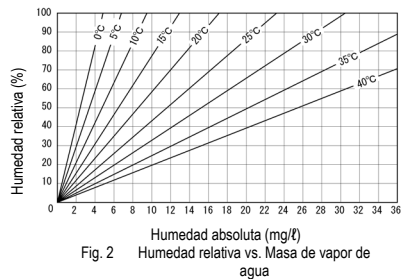

Fig. 2 Humedad relativa vs. Masa de vapor de agua
9. Para obtener la humedad relativa, consulte la fig. 2.